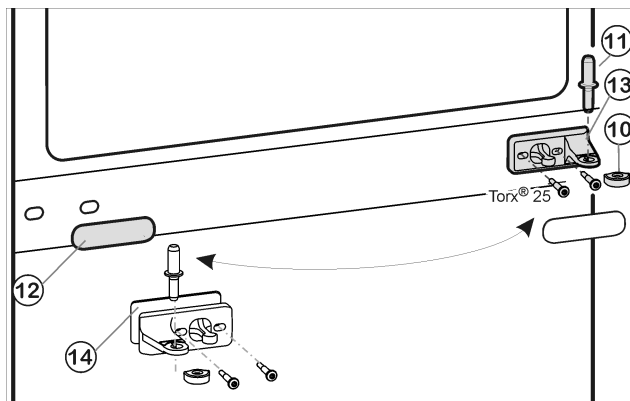
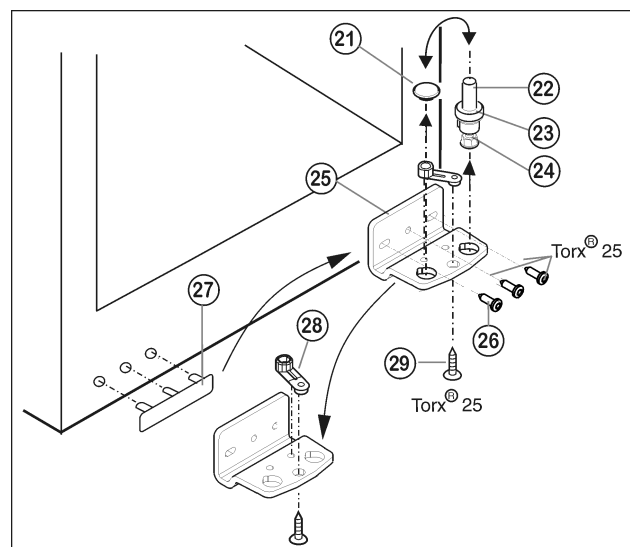

Fig. 5
Fig. 6
- ▶ Prostřední ložiskový čep Fig. 5 (11) vytáhněte ze stojanu ložiska a spodních dveří.
- ▶ Plastovou čepičku Fig. 5 (10) stáhněte.
- ▶ Stojan ložiska uprostřed Fig. 5 (13) odšroubujte (2 krát Torx® 25).
- ▶ Krytku Fig. 5 (12) opatrně stáhněte.
- ▶ Prostřední stojan ložiska Fig. 5 (13) s podložkou Fig. 5 (14) přišroubujte otočený o 180° na novou stranu závěsu (s 4 Nm).
- ▶ Krytku Fig. 5 (12) otočenou o 180° zasuňte na nové straně madla.
- ▶ Ložiskový čep Fig. 6 (22) včetně podložky Fig. 6 (23) a seřizovací nožky Fig. 6 (24) vytáhněte nahoru.
- ▶ Zátku Fig. 6 (21) odstraňte.
- ▶ Stojan ložiska Fig. 6 (25) odšroubujte Fig. 6 (26).
- ▶ Ložiskový díl Fig. 6 (28) odšroubujte Fig. 6 (29) a přemístěte jej do protilehlého upínacího otvoru stojanu ložiska, pak ho znovu pevně přišroubujte.
- ▶ Krytku na straně madla Fig. 6 (27) opatrně vytáhněte a přemístěte na druhou stranu.
- ▶ Stojan ložiska Fig. 6 (25) na nové straně závěsu zase přišroubujte příp. pomocí akumulátorového šroubováku (momentem 4 Nm).
- ▶ Zátku Fig. 6 (21) zase vložte do druhé díry.
- ▶ Ložiskový čep Fig. 6 (22) včetně podložky a seřizovací nožky zase nasadte. Přitom dávejte pozor, aby zajišťovací vačka směřovala dozadu.
- ▶ Spodní dveře nasadíte shora na spodní ložiskový čep Fig. 6 (22).
- ▶ Plastovou krytku Fig. 5 (10) nasadíte zase na prostřední stojan ložiska Fig. 5 (13).
- ▶ Prostřední ložiskový čep Fig. 5 (11) vložte přes prostřední pouzdro ložiska Fig. 5 (13) do spodních dveří na nové straně závěsu.
- ▶ Horní dvířka usadíte na prostředním ložiskovém čepu Fig. 5 (11).
- ▶ Dveře případně pomocí obou podélných děr ve spodním stojanu ložiska Fig. 6 (25) a v prostředním stojanu ložiska Fig. 5 (13) vyrovnějte tak, aby lícovaly. Vyšroubujte prostřední šroub na stojanu ložiska dole Fig. 6 (25).